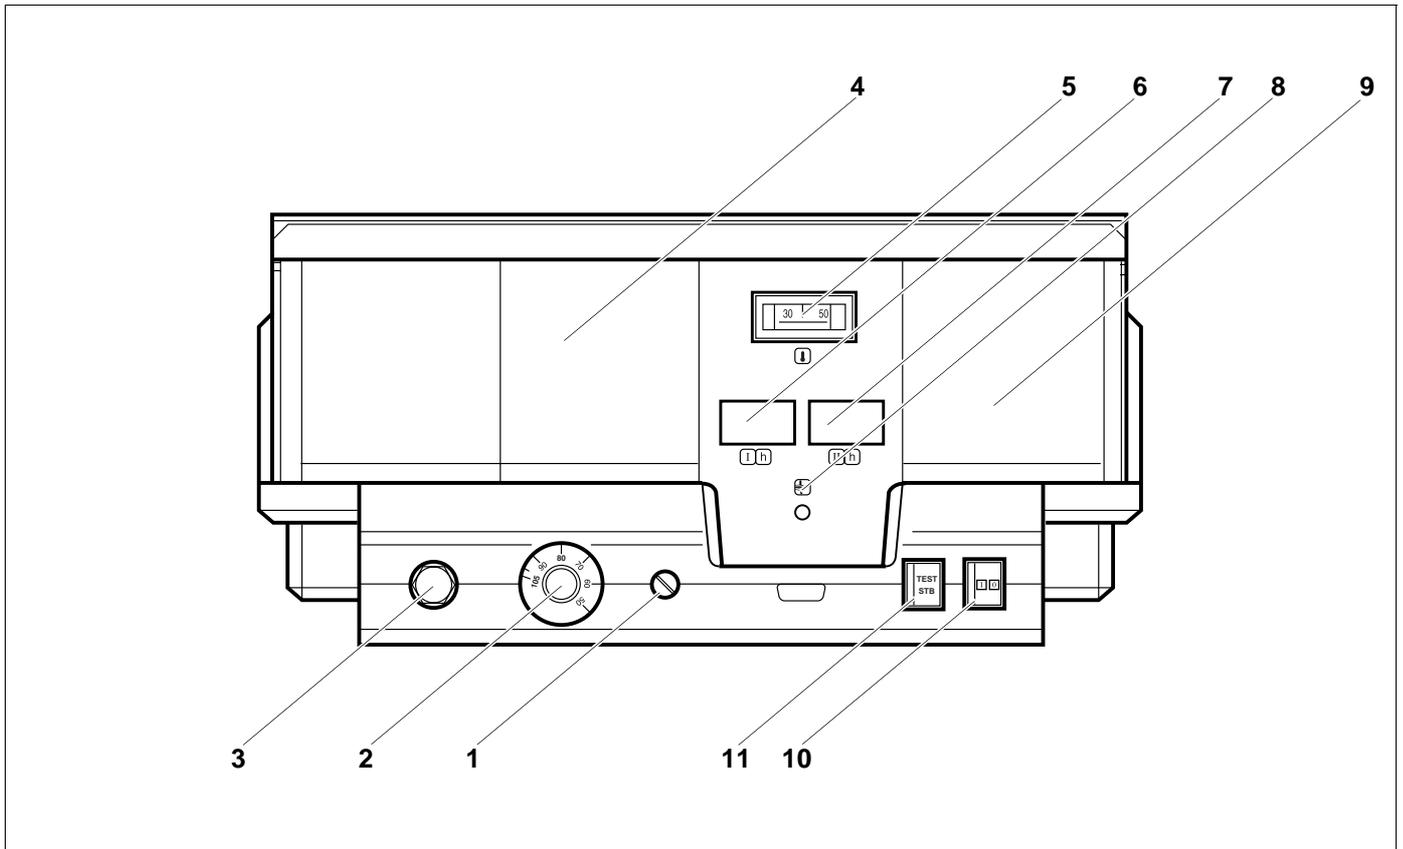
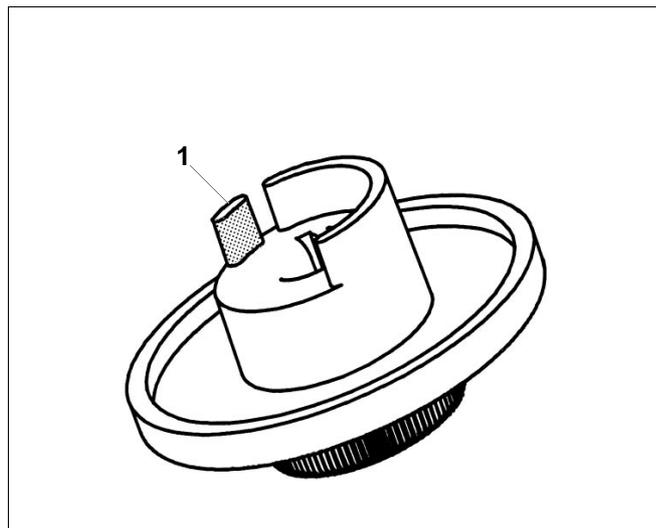

Abb. 1 Bedienelemente Regelgerät Logamatic 4212
Abb. 5 Einstellknopf
Legende für Abb. 1
Ist der Kessel mit einem Kesselbetriebsmodul ZM 427 oder externer Regelung ausgerüstet, muss der Kesselwasser-Temperaturregler (Abb. 1, **Pos. 2**) auf mindestens 80 °C eingestellt werden.
Der Kesselwasser-Temperaturregler (Abb. 1, **Pos. 2**) ist ein Zweibahntemperaturregler für den 2-stufigen Brennerbetrieb.
Leuchtet die Anzeige Brennerstörung (Abb. 1, **Pos. 8**), verständigen Sie zur Störungsbehebung Ihre Heizungs-firma.
Die Taste STB (Abb. 1, **Pos. 11**) ist für die Prüfung des Sicherheitstemperaturbegrenzers (Abb. 1, **Pos. 3**) durch die Heizungsfirma.
- Taste STB (Abb. 1, **Pos. 11**) drücken und gedrückt halten bis STB (Abb. 1, **Pos. 3**) ausgelöst wird.
- Zur Entriegelung des Sicherheitstemperaturbegrenzers (Abb. 1, **Pos. 3**) muss die Hutmutter am STB abgedreht und der darunter liegende Entstörknopf eingedrückt werden.
- Einstellknopf (Abb. 5) vom Kesselwasser-Temperaturregler (Abb. 1, **Pos. 2**) abziehen.
- Anschlagnocken (Abb. 5, **Pos. 1**) abbrechen.
- Einstellknopf wieder auf Kesselwasser-Temperaturregler (Abb. 1, **Pos. 2**) aufstecken.